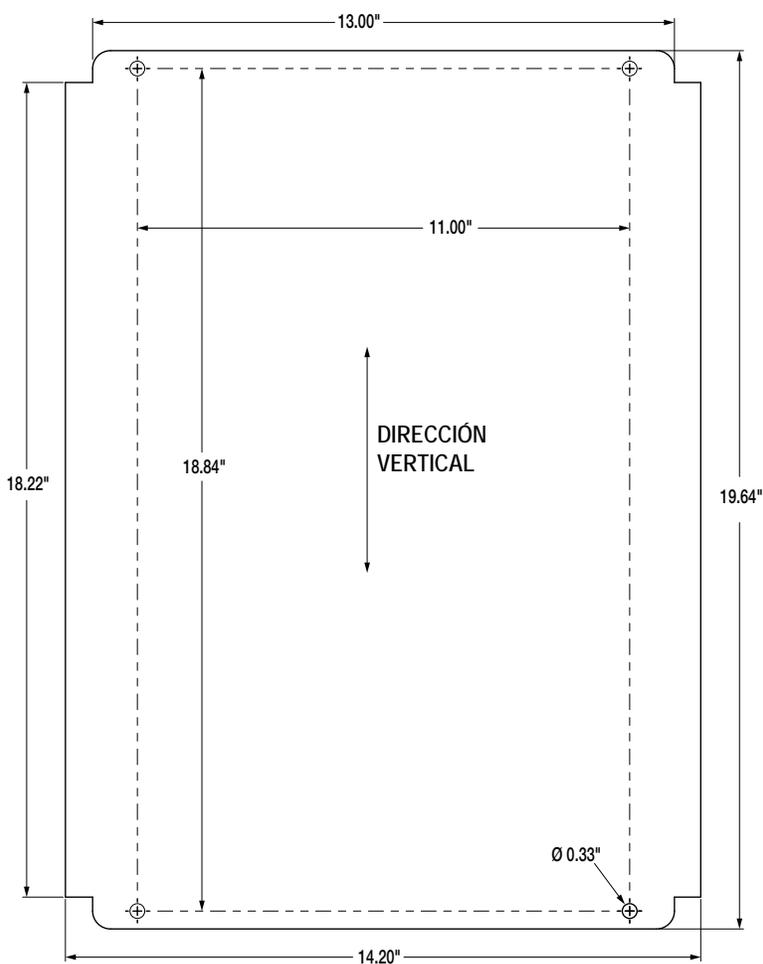

Imagen 2-14. Dimensiones del montaje en pared
1. Utilice el montaje en pared como plantilla para marcar la ubicación de los tornillos. Consulte la Figure 2-14 on page 29 para obtener información acerca de las dimensiones.
Esta ilustración no está hecha a escala. Se proporciona únicamente con fines ilustrativos. Utilice las dimensiones para marcar los orificios para el montaje en pared. No utilice la Imagen 2-14 como plantilla.